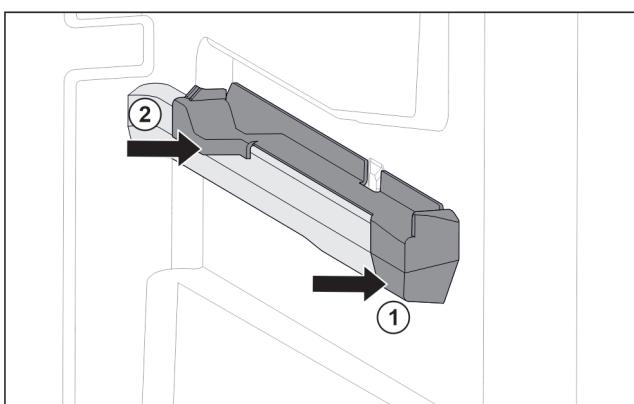

Fig. 40 Nasazovací díl na pravém žebrování na nádoby
- Nasadte nasazovací díl na žebrování na nádoby. Fig. 40 (1)
- Přitlačte nasazovací díl k zadní části. Fig. 40 (2)